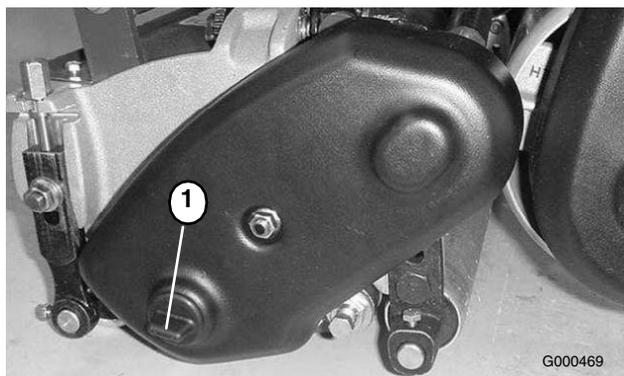

Figura 56
1. Retire el tapón de la cubierta de la transmisión al molinete, en el lado izquierdo del conjunto del molinete (Figura 56).